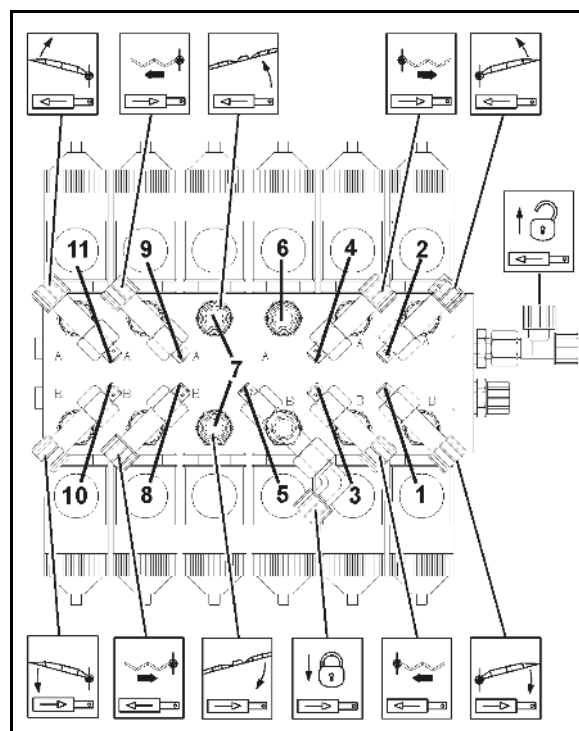

Fig. 198
2. Etterfyll eventuelt olje ved avslått pumpe (maksimalt opp til markeringen (Fig. 198/1).
5. Inngangsakselen dreies vekselvis mot høyre og venstre samtidig som det fylles langsomt på olje. Den korrekte oljemengden er påfylt når oljen er synlig i markeringen (Fig. 198/1).